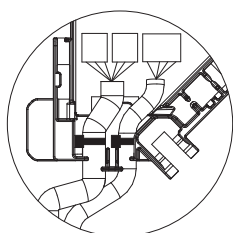

Fig. 5-16
- Certifique-se de que a banda que segura os fios de junção do i-See sensor e do recetor de sinais está posicionada no interior da caixa de conexão. (Fig. 5-16)